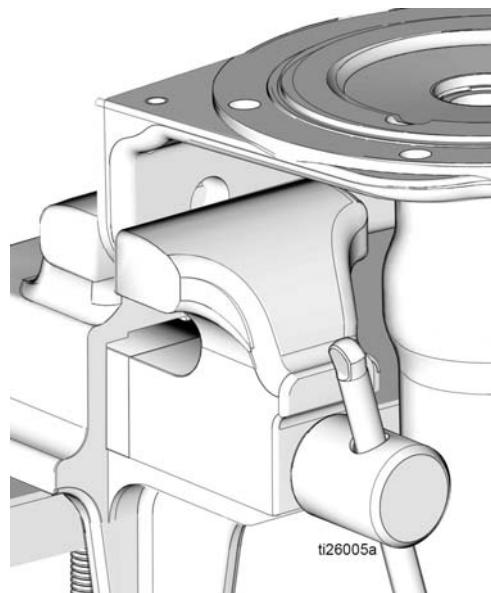

图 23
17. 将泵底座 (1) 重新放置在老虎钳上，如 图 23 所示。